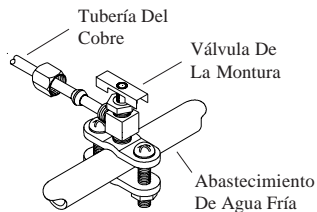
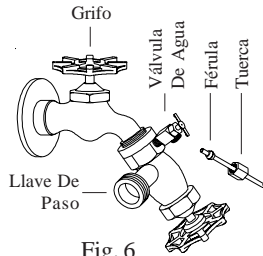

Fig. 5
Fig. 6
- **Conecte el tubo de abastecimiento de agua.** Encuentre el abastecimiento de agua más cercano. Utilice la válvula de la montura (fig. 5) para conectar la tubería del cobre de 1/4 pulgada con el abastecimiento de agua fría de la casa, o utilice una llave de paso y la válvula de agua conectada con un grifo exterior (fig. 6). Coloque la tuerca y la férula en el tubo y apriete bien la tuerca para impedir que gotee el agua. **IMPORTANTE:** No conecte el abastecimiento de agua con ninguna aplicación de agua blanda. El agua blanda disminuirá la vida del enfriador.